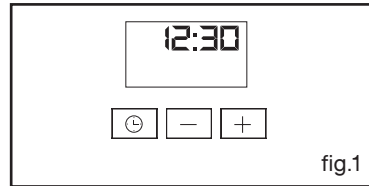

fig.1
- Certifique-se de que o programador esteja a indicar a hora actual e que não esteja a piscar (fig.1).